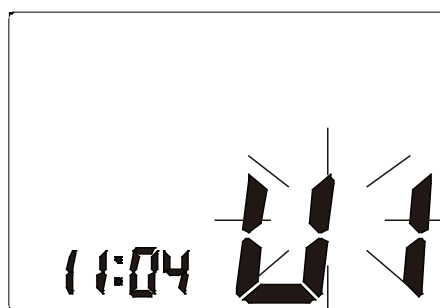
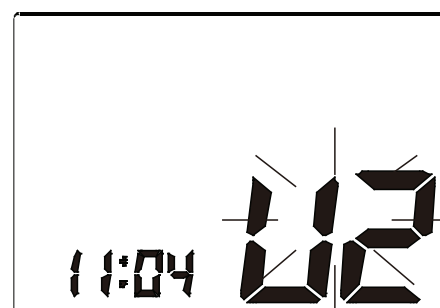

Figura 6-1
Figura 6-2
- b. Neste momento a unidade de memória atual (U1 o U2) inicia a piscar. Ver figura 6-1. Pressionar o botão “MEM” para passar à outra unidade de memória. Ver figura 6-2. Confirmar a seleção, pressionando o botão “START”. A unidade de memória selecionada pode ser confirmada também automaticamente, após 5 segundos de inatividade.